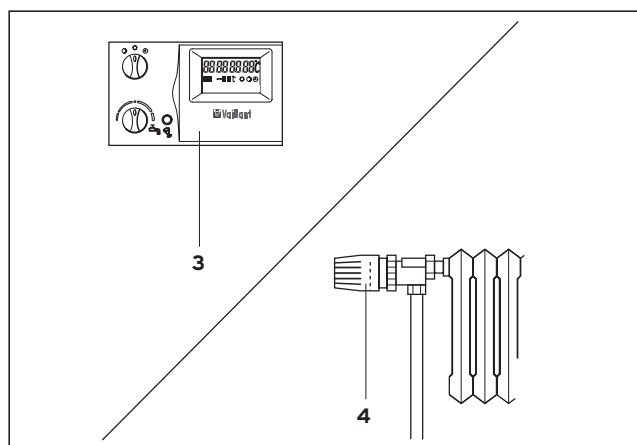

Рис. 3.8 Настройка регулятора комнатной температуры или регулятора отопления по наружной температуре
3.4.2 Установки на регуляторе комнатной температуры или регулятор отопления по наружной температуре (рис. 3.8)